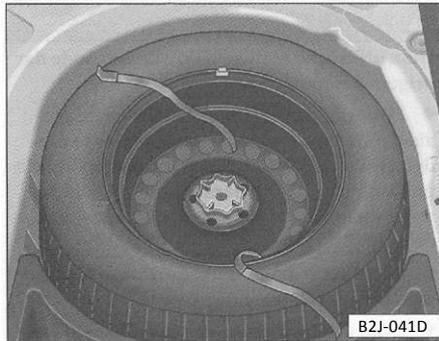

Fig. 113 No compartimento de bagagem: cintas de fixação da caixa de ferramentas e manipulador de fixação da roda de emergência
- Remova a caixa de ferramentas, soltando a cinta de fixação => fig. 113
- Remova totalmente o manipulador no centro da roda de emergência => fig. 113 girando-o no sentido anti-horário.